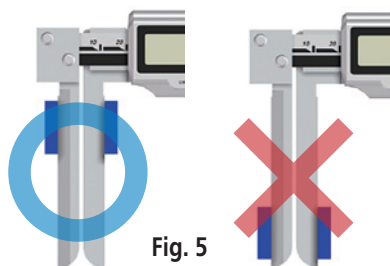

Fig. 5
1. Certifique-se de aplicar uma força constante durante a medição, e posicionar a peça o mais próxima possível da guia. (Fig. 5)